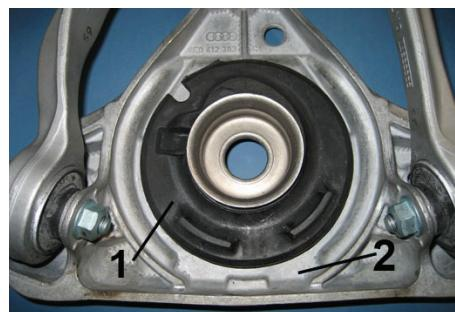

Fig. 5:
- **Fig. 5** Obere Federauflage mit Lagerbock formschlüssig auf Hauptfeder aufsetzen, ggf. Hauptfeder mit Federspanner vorspannen.
- **Fig. 5** Position upper spring mount with bearing mount correctly (positive fit) on main spring; if needed, use spring tensioner to pretension main spring.
- **Fig. 5** Placer le support de ressort supérieur avec le support de palier sur le ressort principal en recouvrant bien le ressort ; le cas échéant, précontraindre le ressort principal avec un monte ressort.
- **Fig. 5** Colocar el asiento superior del muelle junto con el soporte del cojinete correctamente sobre el muelle principal; en caso necesario pretensar el muelle principal con un tensor.